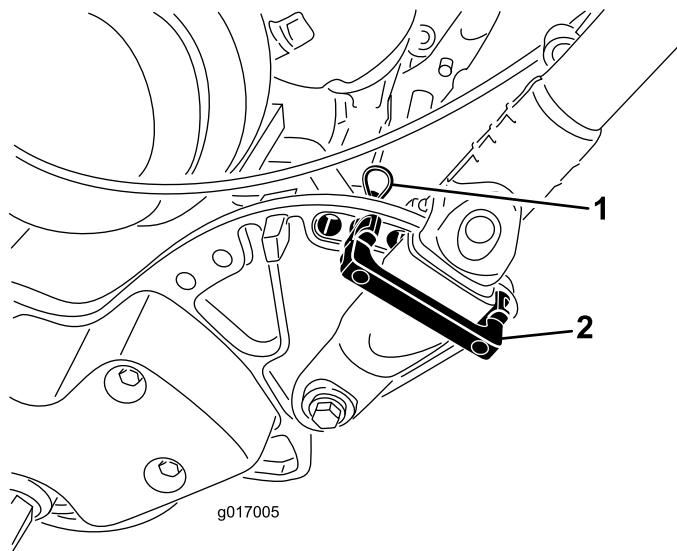

図 6
- ハンドルを支えながら、ハンドルクランプをサイドプレートに固定しているケーブルタイを外す図6。
- 希望する高さ位置にハンドルをセットし、ハンドルクランプの上からハンドルリテーナを差し込んでサイドプレートの穴に通す図6。
- ヘアピンコッターでクランプを固定する図6。